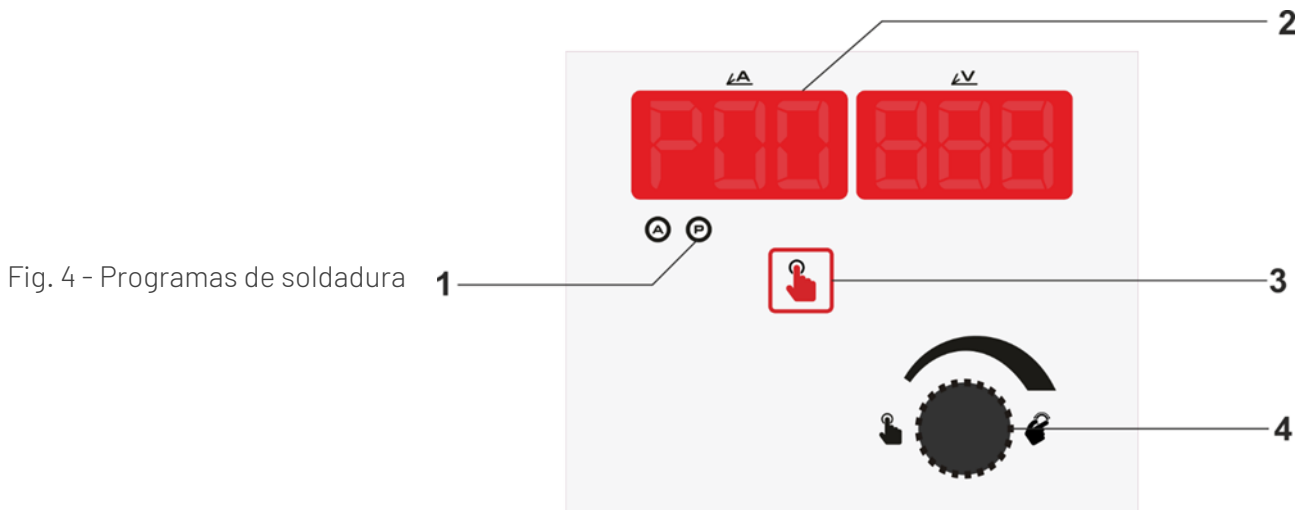

Fig. 4 - Programas de soldadura
1. Ajuste sus parámetros y pulse el botón (Fig.4 - 3) hasta que se encienda el led P (Fig.4 - 1).
2. A continuación, pulse el botón giratorio de ajuste de parámetros (Fig.4 - 4) durante 2 segundos hasta que la pantalla digital muestre P1.
1. Pulsar la tecla (Fig.4 - 3) hasta que se encienda el led P (Fig.4 - 1).
2. A continuación, girar el botón de ajuste de parámetros (Fig.4 - 4) hasta el número de programa deseado. Espere 2 segundos hasta que su programa esté disponible.